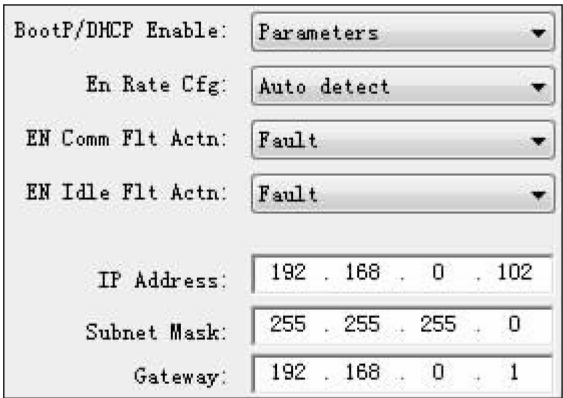

图 10-8 设置变频器 IP 地址
4) 在“EtherNet/IP”选项中可对变频器设置 IP 地址，将“BootP/DHCP Enable”设为“Parameters”，然后按照图 10-8 所示设置变频器 IP 地址，注意，要将变频器 IP 地址与 Micro850 控制器 IP 地址设在同一网段。